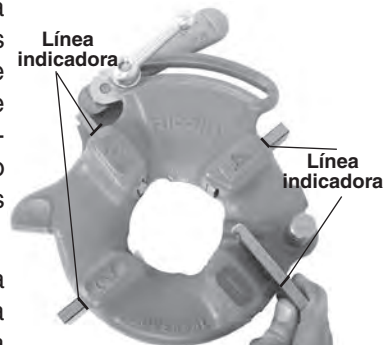

Figura 8 – Inserción de terrajas
4. Levante la lengüeta de la arandela para extraerla de la ranura en la barra dimensional. Desplace la arandela hacia el final de la ranura (Figura 8).
6. Introduzca las terrajas apropiadas en el cabezal de terrajas, con el borde que lleva el número orientado hacia arriba, hasta que la línea indicadora esté al ras con el borde del cabezal (vea la Figura 8). Los números en las terrajas deben coincidir con los números en las ranuras del cabezal. Siempre cambie el juego completo de terrajas. No mezcle terrajas de distintos juegos.